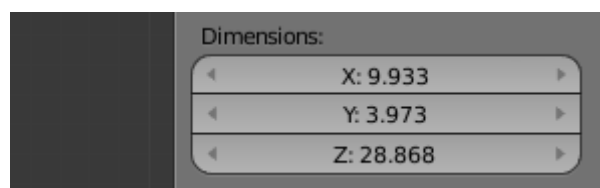

Figura 5.93
21. Recorrendo à caixa Dimensions do painel Transform da tabela de propriedades, dê ao cubo a dimensão de 28.8683 UB segundo zz, figura 5.93.